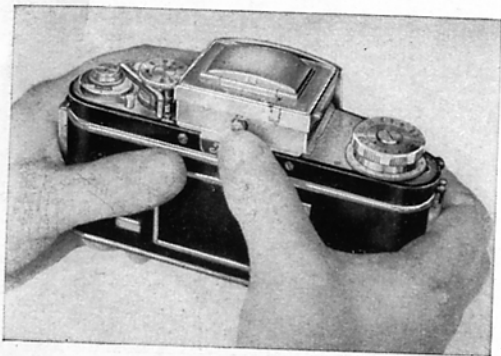

fig. 7
En pressant le verrou (16) le capuchon de visée (11) s'ouvre automatiquement (fig. 7). Vous trouverez une description détaillée de son emploi et de ses nombreuses possibilités de visée au chapitre E (page 18). En voici l'essentiel: l'image reflex examinée sur le dépoli et la future épreuve étant identiques, l'image du dépoli est déterminante pour la prise de vue: choix du sujet, cadrage, mise au point précise, diaphragme, sont contrôlés; le temps de pose même peut être évalué avec une précision suffisante d'après la luminosité de l'image reflex. Si aucune image n'est visible dans le capuchon de visée, manœuvrez le levier d'armement (6) (qui assure aussi l'avancement du film) dans le sens des aiguilles d'une montre, jusqu'à la butée (fig. 8). Ne laissez pas le levier revenir brusquement, ralentissez-en le retour avec le pouce gauche.